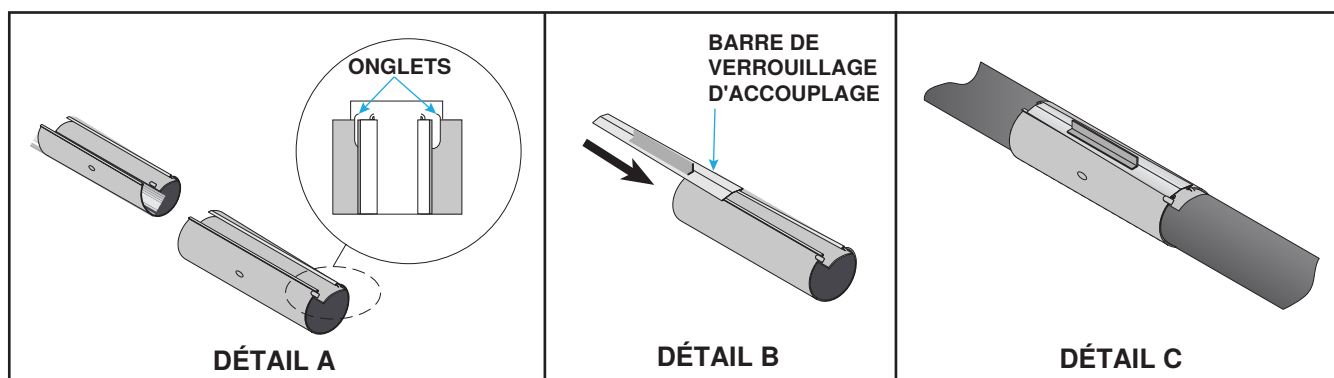

Figure 9. Installation des accouplements
- Fermer l'accouplement—onglets positionnés sous les rails de guidage (voir Figure 9, DÉTAIL A).
- Faites glisser l'extrémité large de la barre de verrouillage de l'accouplement dans l'extrémité de l'accouplement qui est opposée aux languettes jusqu'à ce qu'elle soit bien ajustée (voir Figure 9, DÉTAIL B).
- Serrez la barre de verrouillage de l'accouplement—en tapant avec un marteau si nécessaire—jusqu'à ce qu'elle soit positionnée comme indiqué sur la Figure 9, DÉTAIL C. NE PAS TROP SERRER.